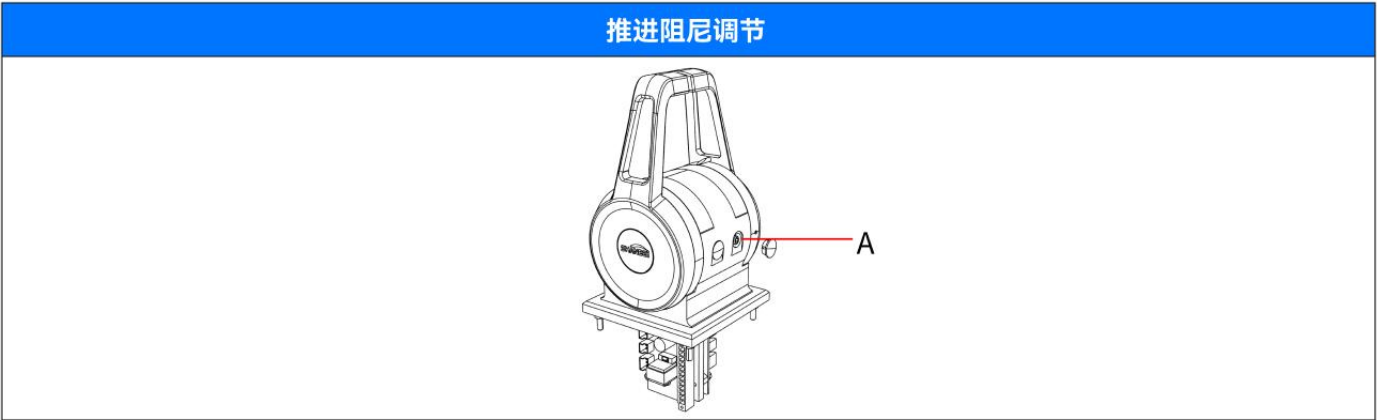

图4.1
- 如图4.1，打开硅胶塞，在A处使用内六角扳手来旋转调节推进阻尼的大小。